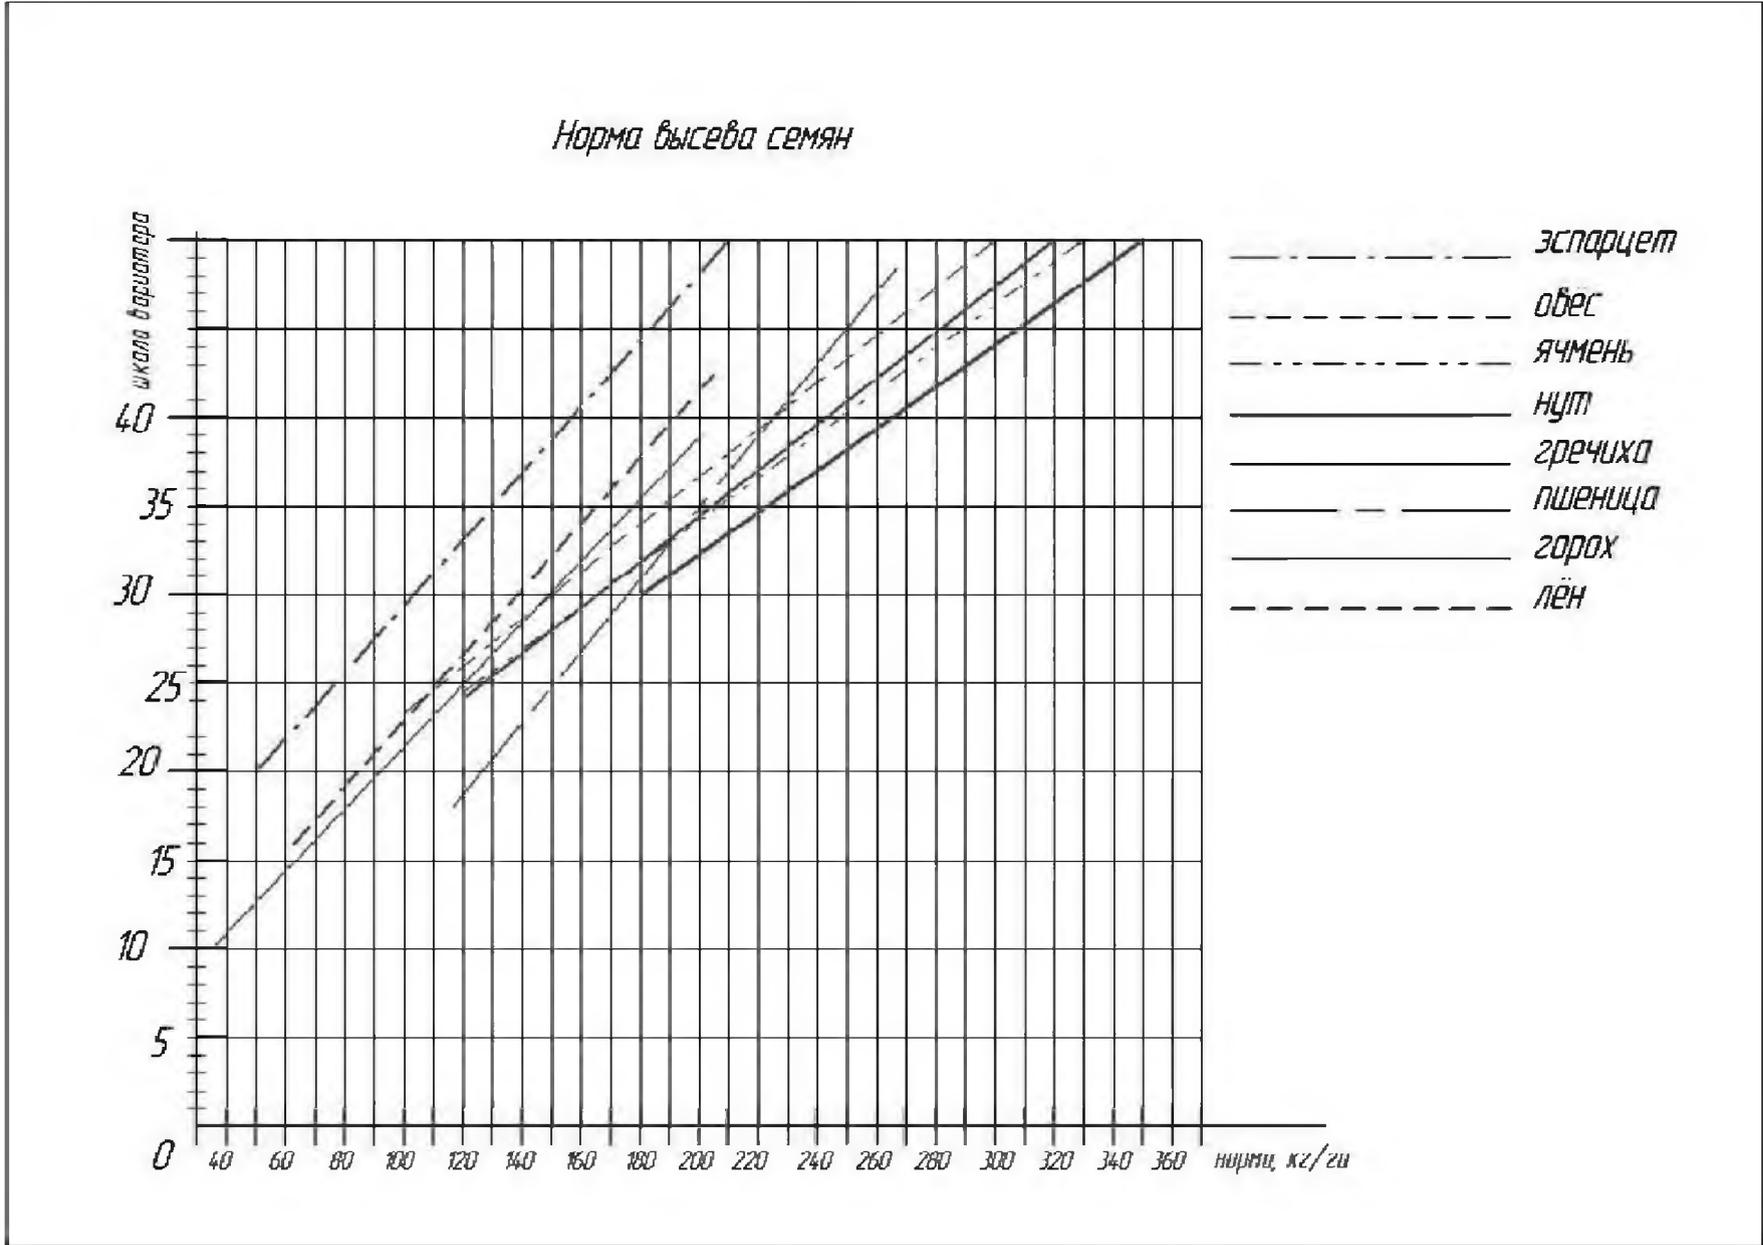
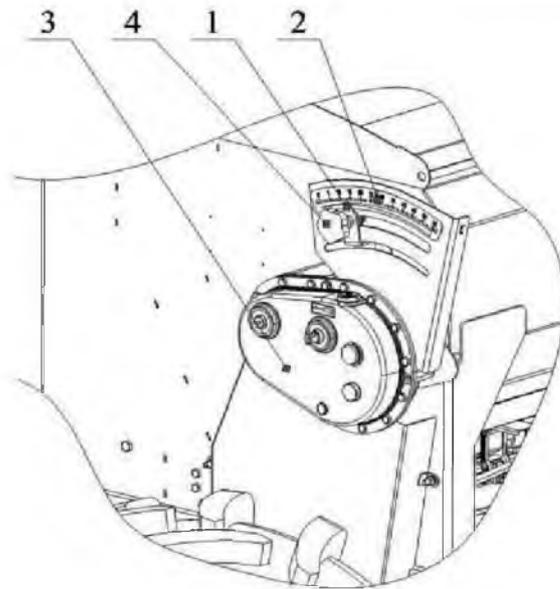
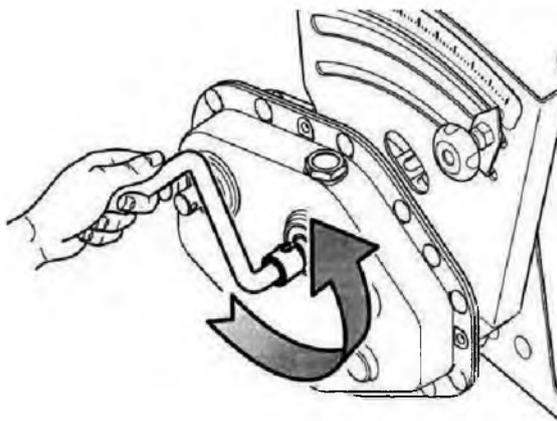

Рисунок 11. График нормы высева семян.
Рисунок 13.
Рисунок 14.
По графику (рис.11) определить числовое значение шкалы вариатора, соответствующее требуемой норме высева. Установить указатель (1) на шкале (2) вариатора привода зерновых катушек (3) (рис. 13) (слева на бункере) на необходимое деление.
**Решение:** Найти на оси «норма» графика (рис. 11) значение 200, подняться вверх до пересечения с линией графика «пшеница». От точки пересечения, проведённой нами линии с линией графика, провести горизонтальную линию. Этим, мы определим положение указателя (1) (рис. 13) на шкале (2) вариатора (3). В данном примере необходимое деление: «35».
Для установки уточненной нормы высева производится проверочный высев на месте. Определение высева производится прокруткой вариатора привода зерновых катушек (3) (рис. 13) на стационаре для сокращения времени произвести из расчета посева сеялкой 120 м2.
**ВНИМАНИЕ:** прокрутить вариатор привода зерновых катушек (3) (рис. 13) рукояткой (прилагаемой к сеялке) *против часовой стрелки* 11 оборотов (рис.14).
Если при проверке окажется, что семян высевается меньше или больше требуемой нормы, повторить прокрутку, изменив положение указателя (1) (рис. 13) на шкале (2) вариатора (3). Проверку осуществлять до достижения желаемой точности нормы.